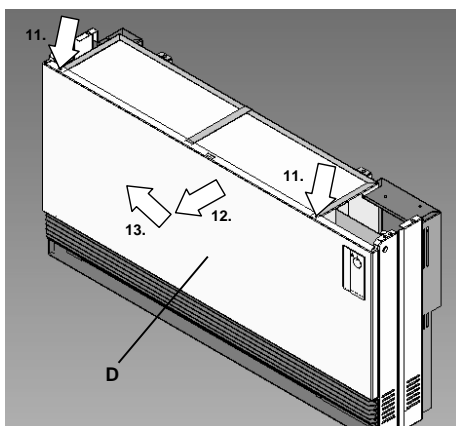

fig.10 Enlever la paroi frontale
Enlevez l'équerre de soutien (fig.10):
- Enlevez la paroi frontale (fig.10):
11. Retirez les vis supérieures de la paroi frontale (D) à gauche et à droite.
Remettez l'équerre de soutien (fig.10):